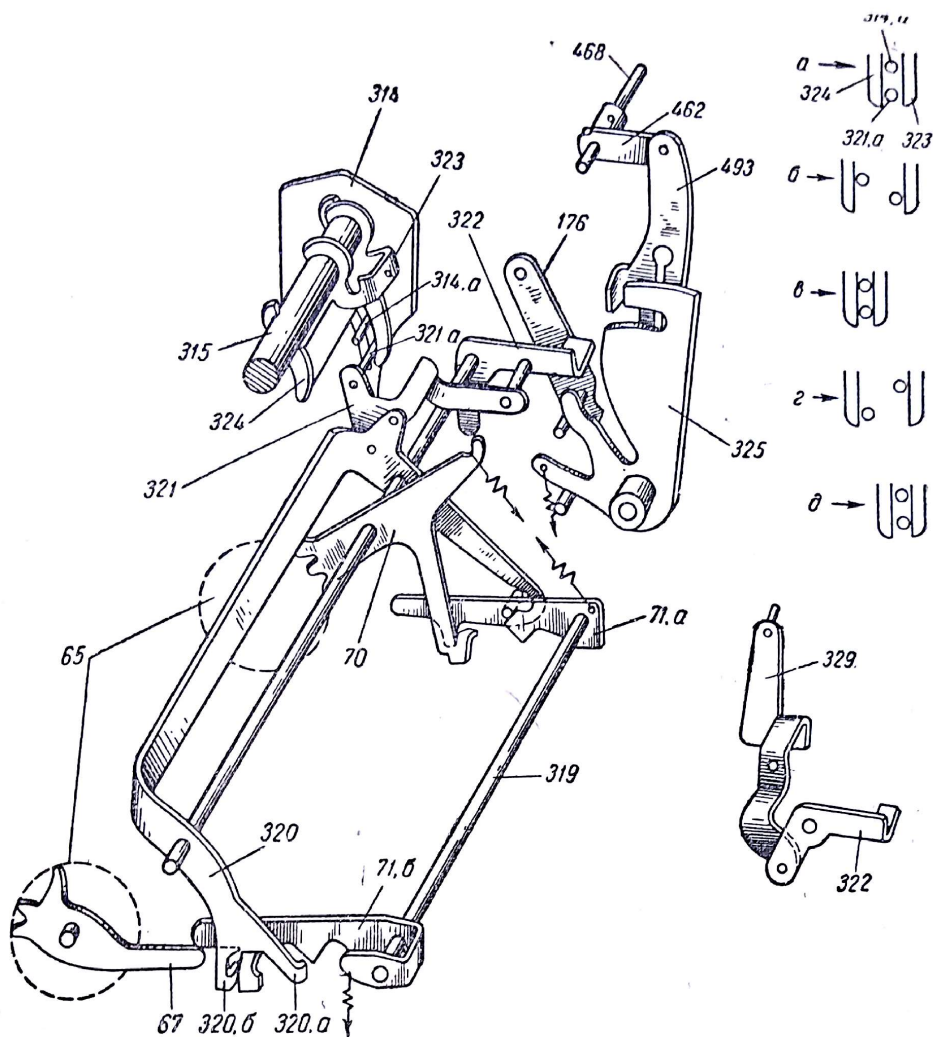

Рис. 44. Сальдирование.
**Сальдирование** (рис. 44). При переключении счетчика для работы на вычитание рамка счетчика 314 поворачивается (по часовой стрелке) вместе с осью 315 и своим штифтом 314, а поворачивает заднюю заводную собачку 324, растягивая пружину, соединяющую ее с передней заводной собачкой 323 (положение собачек «б»). Передняя собачка, нажимая на штифт 321, а угольника 321, прикрепленного к скобе сальдирования 320, создает давление на эту скобу. Но скоба повернуться не может, так как ее отгиб 320, б упирается в выступ 13-й запорной собачки 71, б.